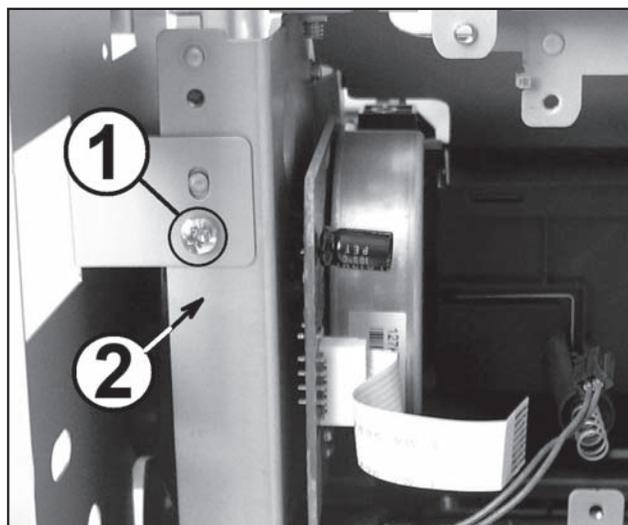

Рис. 28
2. Располагают устройство передней стороной к себе и откручивают винт (1 на рис. 28) крепления боковой стойки к кронштейну (2) двигателя привода редуктора.